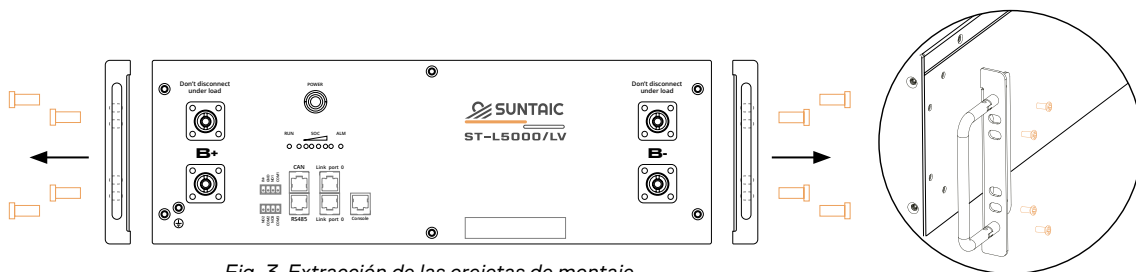

Fig. 3 Extracción de las orejetas de montaje
1.3 Como se muestra en la figura, el efecto de varios módulos instalados en el armario. Cada módulo ocupa 5U de espacio, y se pueden instalar hasta 6 módulos en el armario como un clúster (Fig. 3).
- 1.1 Como se muestra en la figura (Fig. 3), retire los tornillos de la orejeta de montaje de **ambos lados** del módulo con un destornillador y, a continuación, retire la orejeta de montaje. Vuelva a utilizar los tornillos.